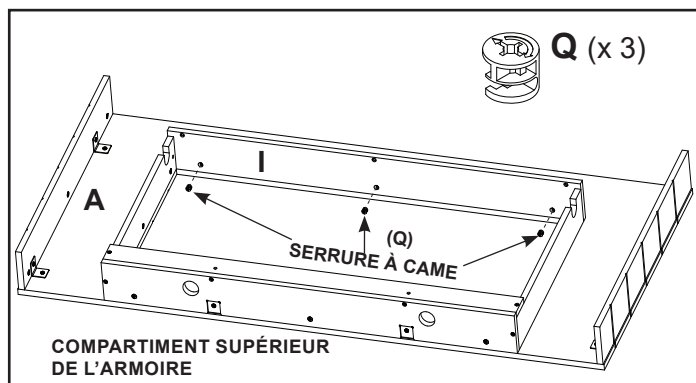

Figure 23
- Installez trois (3) serrures à came (Q) dans le pièce « I » en tenant compte du sens des flèches tel qu'indiqué à la page 2 et sur la Figure 23.
- Tournez chacune des trois (3) serrures à came (Q) d'un quart de tour dans le sens des aiguilles d'une montre. Se reporter à l'étape 4 et à la figure 23.